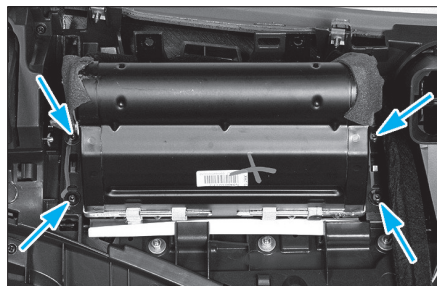

FIG. 2
- Déposer les fixations du module d'airbag (Fig.2).